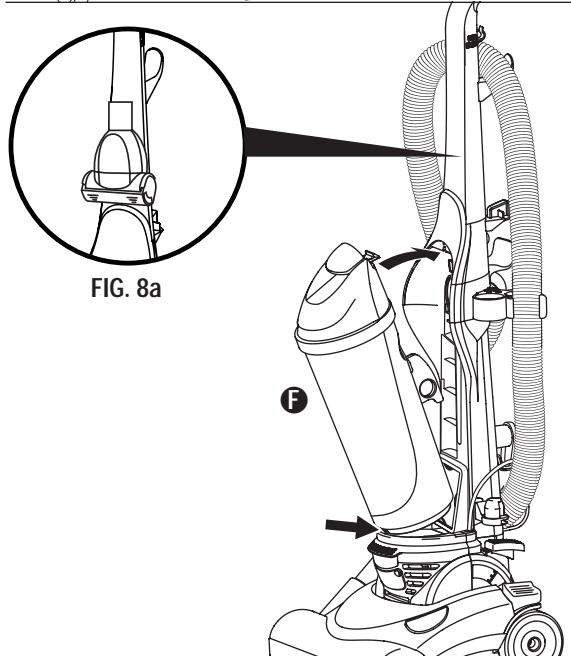

FIG. 8
Step 8: (FIG. 8) Place the bag container **F** on the vacuum by aligning the bottom groove of the bag container against the tab on cleaner base. Pivot the bag container up against cleaner and push to secure as it snaps into place.
Étape 8. (FIG. 8) Placer le récipient à sac **F** sur l'aspirateur en alignant la gorge au fond du récipient à sac contre l'onglet de la base de l'aspirateur. Faire pivoter le récipient à sac contre l'aspirateur et le pousser afin de l'assujettir en l'enclenchant en place.
Paso 8. (FIG. 8) Coloque el recipiente de la bolsa **F** en la aspiradora, alineando la ranura inferior del recipiente con la pestaña en la base de la aspiradora. Haga girar el recipiente de la bolsa hacia arriba contra la aspiradora y presiónelo para asegurarlo a medida que encaja en su lugar.